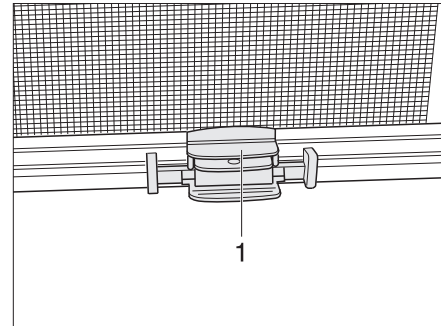

Fig. 41 Persiana
- Agarrar la tablilla final (Fig. 41,1) de la mosquitera enrollable por el centro y dirigirla a la tablilla final de la persiana oscurecedora enrollable.
- Sujetar la tablilla final (Fig. 41,1) de la mosquitera enrollable y accionar la cuchilla de bloqueo.